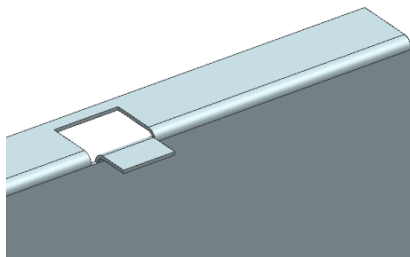

图 7-107 创建弯边特征
- (3) 在“弯边”对话框中，单击  按钮，创建弯边特征 5，如图 7-107 所示。